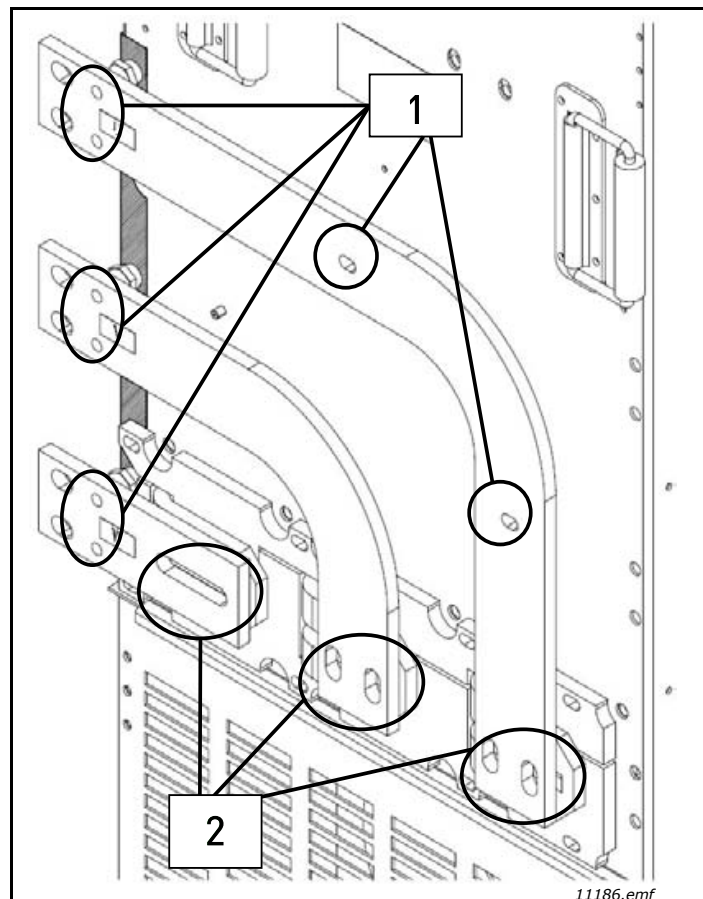

图 27. 左侧连接
5. 如图 27 所示放置总线。
6. 固定图 27 中编号为 2 的紧固件。
7. 固定图 27 中编号为 1 的紧固件。